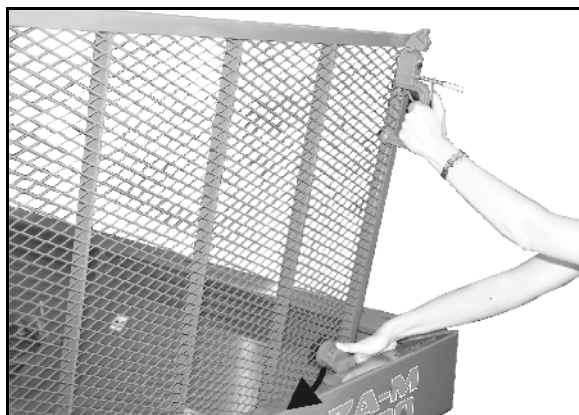

Fig. 18
- Før beskyttelsesgitteret lukkes, skal du trykke låsen ned (Fig. 18).